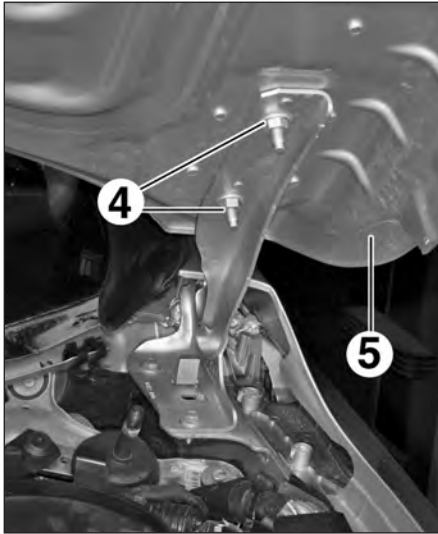

FIG.150
- les écrous (4) (Fig.150),
- le capot (5).